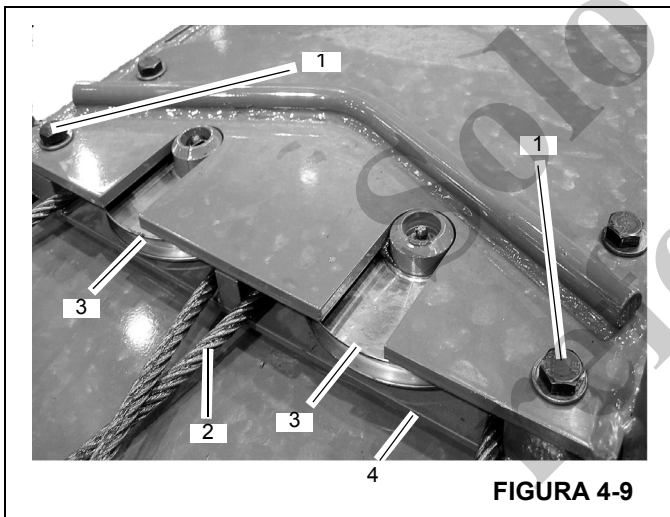

FIGURA 4-9
8. En la parte delantera superior de la sección central interior, quite los cuatro pernos y arandelas (1) que fijan el conjunto de poleas (3) de los cables sincronizadores (2). Coloque el conjunto con los cables encima de la sección central exterior (4) Figura 4-9.